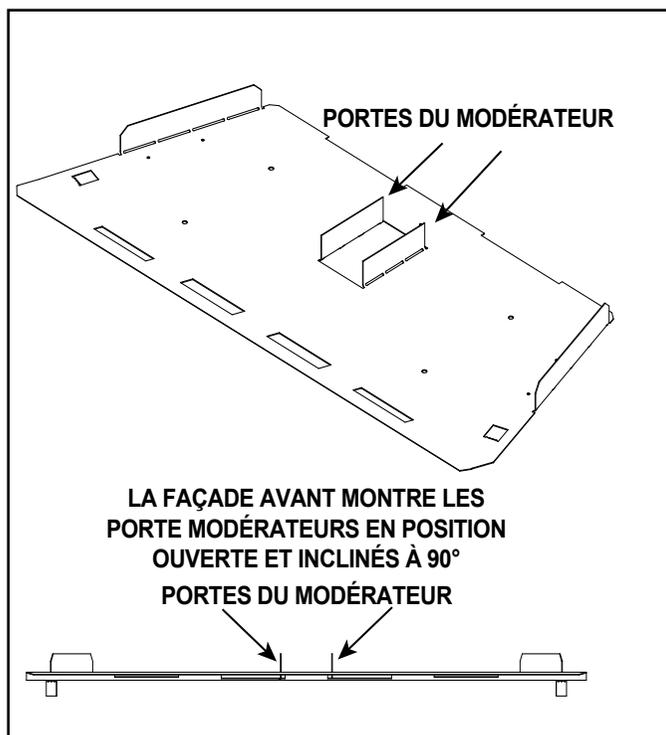

Figure 9.3 Déflecteur de foyer avec portes de restriction ouvertes
1. Les portes du modérateur sont expédiées depuis l'usine en position ouverte. Veillez à ce que les portes du modérateur soit inclinées à 90 degrés comme indiqué à la figure 9.3.